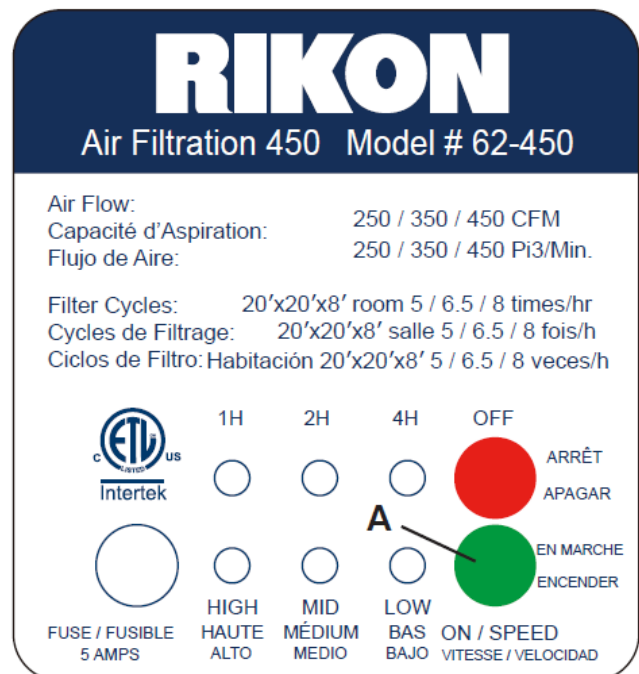
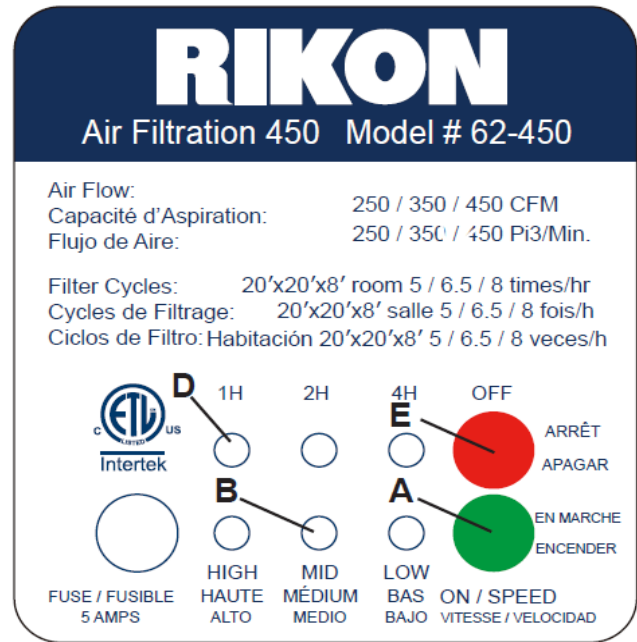
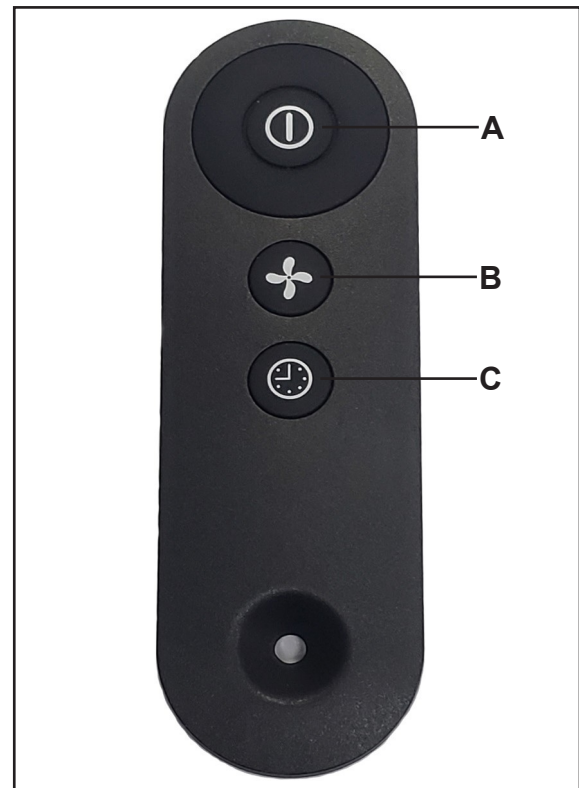

Figure.07
Fig.08
Figure.09
Activer le filtre à air et le réglage de la vitesse (Fig.07 et Fig.08)
Réglez la Minuterie (Fig.08 et Fig.09)
1. Appuyez sur le bouton TIME (C) sur la télécommande (Fig.09) pour démarrer la minuterie.
2. Appuyez à nouveau sur le bouton TIME (C) de la télécommande pour régler la durée de l'opération. Les LED (D-Fig.08) du panneau de commande indiquent la durée sélectionnée - 1 heure, 2 heures, 4 heures. Appuyez une quatrième fois pour effacer la minuterie.
Pour éteindre le filtre à air, appuyez sur le bouton OFF (E-Fig.08) sur le panneau de commande ou (A-Fig.09) sur la télécommande.
Télécommande (Fig.09)
Le système de filtration de l'air peut également être actionné avec la télécommande infrarouge fournie. Le récepteur infrarouge est situé sur le panneau de commande principal. La télécommande a les mêmes fonctions que le panneau de commande principal ci-dessus dans Fig.08. Cependant, la minuterie peut être réglée UNIQUEMENT avec la télécommande Fig.09, (C).